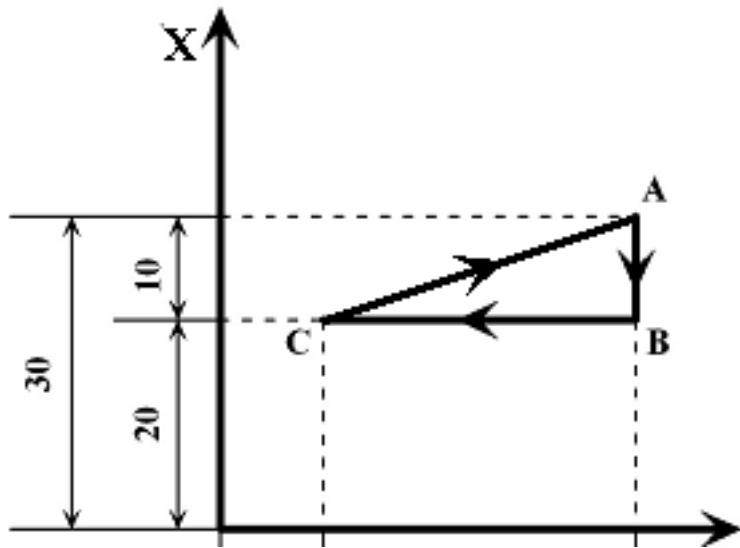

图 3-3
**代码功能:** 运动轨迹为从起点到终点的一条直线。轨迹如图 3-3 所示。
例 1 在图 3-3 中，砂轮以 500mm/min 的速度从 A 点经过 B 点移动到 C 点，最后回到 A 点，要求使用绝对坐标编程。
例 2 在图 3-3 中，砂轮以 1000mm/min 的速度从 A 点经过 B 点移动到 C 点，最后回到 A 点，要求使用增量坐标编程。